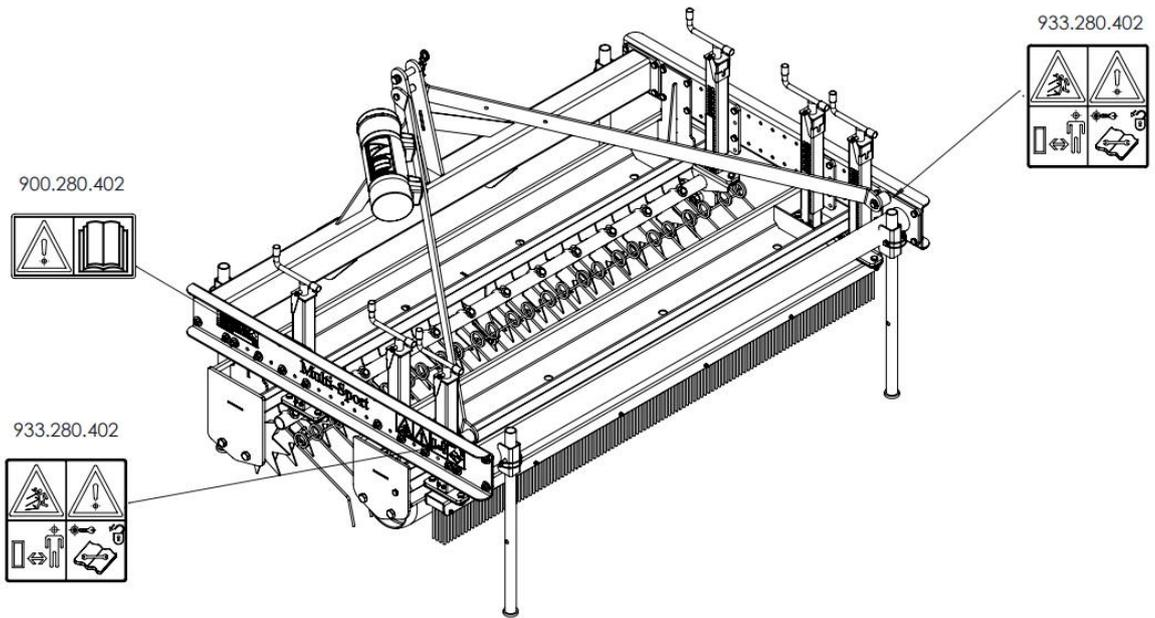

Abbildung 5
Beidseitig der Multi-Sport (Abbildung 5) befinden sich identische Sicherheitsaufkleber (Abbildung 2, 3 und 4). Diese Sicherheitsaufkleber müssen stets gut sichtbar und lesbar sein. Beschädigte Sicherheitsaufkleber sind zu ersetzen.
7. Position der Sicherheitsaufkleber (Abbildung 5)